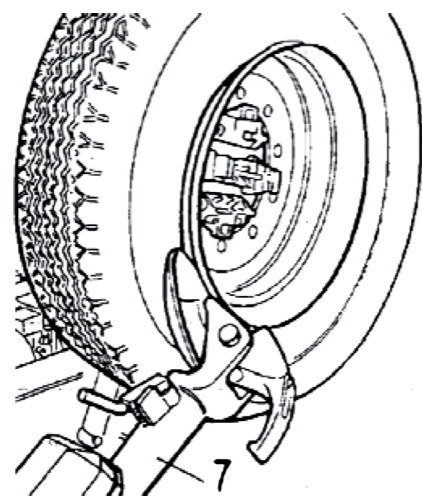

Рис. 8.
3. Опустите рычаг держателя инструмента (13, рис.8) в рабочее положение и дайте ему зафиксироваться.